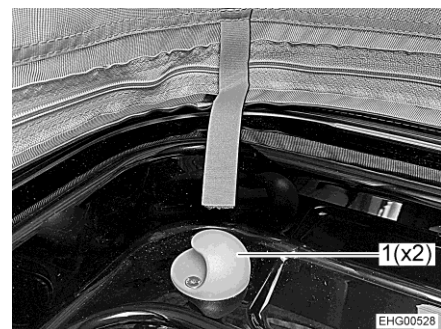

Bild 53 Hållare
- Haka fast skyddsnetet på de två hållarna (Bild 53,1).